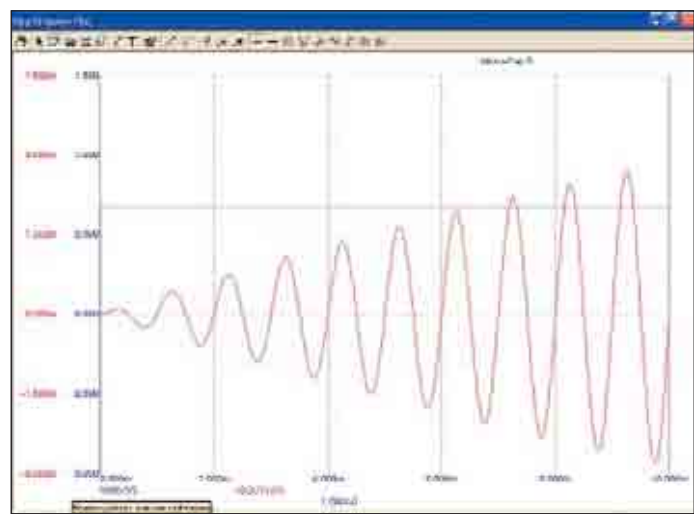

Рис. 7. Переходная характеристика фильтра
- **Step** показывает переходную характеристику фильтра при изменении входного напряжения от 0 до 1 В. График переходной характеристики показан на рис. 7.